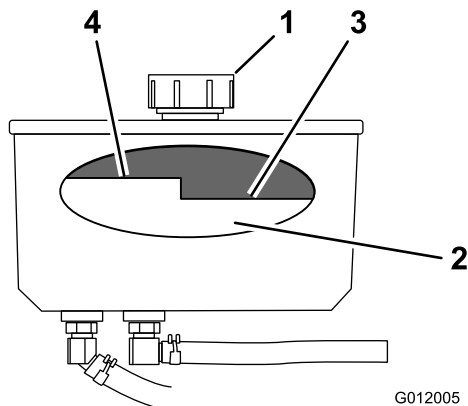

Figura 72
4. Limpie alrededor del cuello de llenado y el tapón del depósito de aceite hidráulico (Figura 72).
5. Retire el tapón del cuello de llenado (Figura 72).
**Nota:** El nivel de aceite debe estar por debajo del nivel caliente del tabique cuando el aceite está caliente (Figura 72).